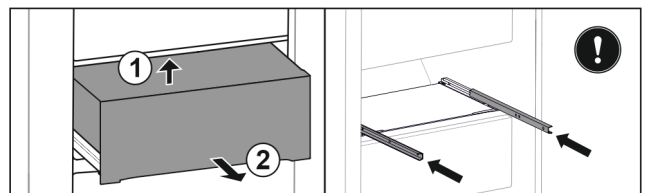

Fig. 37 *
- Soulever la partie arrière en l'attrapant par le bas Fig. 37 (1)*
- Sortir le tiroir par l'avant Fig. 37 (2)*